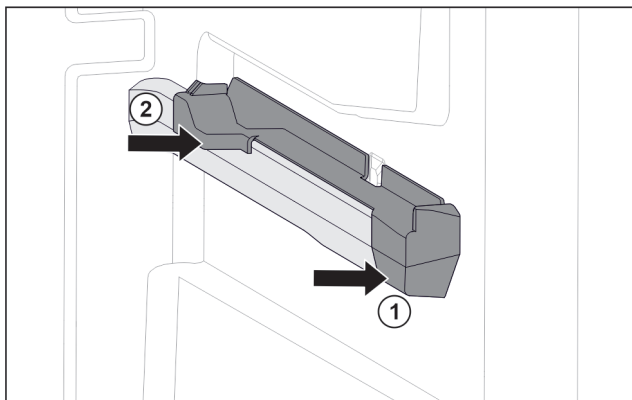

Fig. 79 Вставна частина на правому ребрі для резервуару
- ▶ Одягти вставну частину вперед на ребро резервуару. Fig. 79 (1)
- ▶ Притиснути вставну частину позаду. Fig. 79 (2)